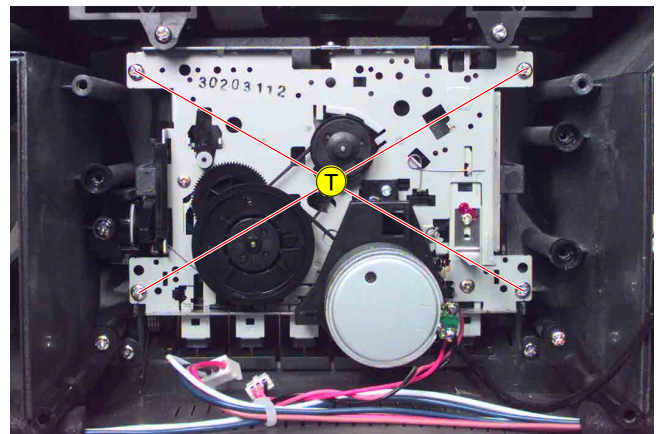

Fig. 13
- 4 Schrauben (Ⓣ) (Fig. 13) herausschrauben.
- Undo 4 screws (Ⓣ) (Fig. 13).